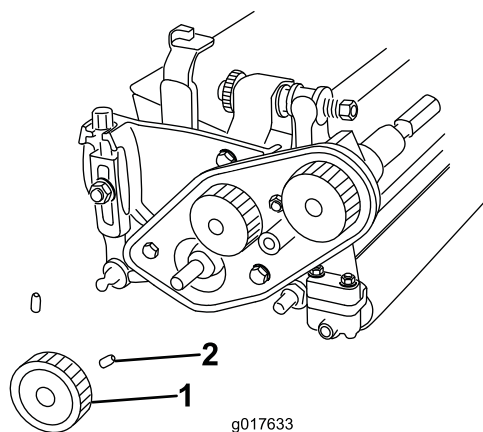

图4
9. 旋松固定下皮带轮的2个固定螺丝将皮带轮从滚刀轴上拆下图4。
23. 将下皮带轮安装至滚刀传动轴上用 2 个固定螺丝将其固定至传动轴的键上 图4。